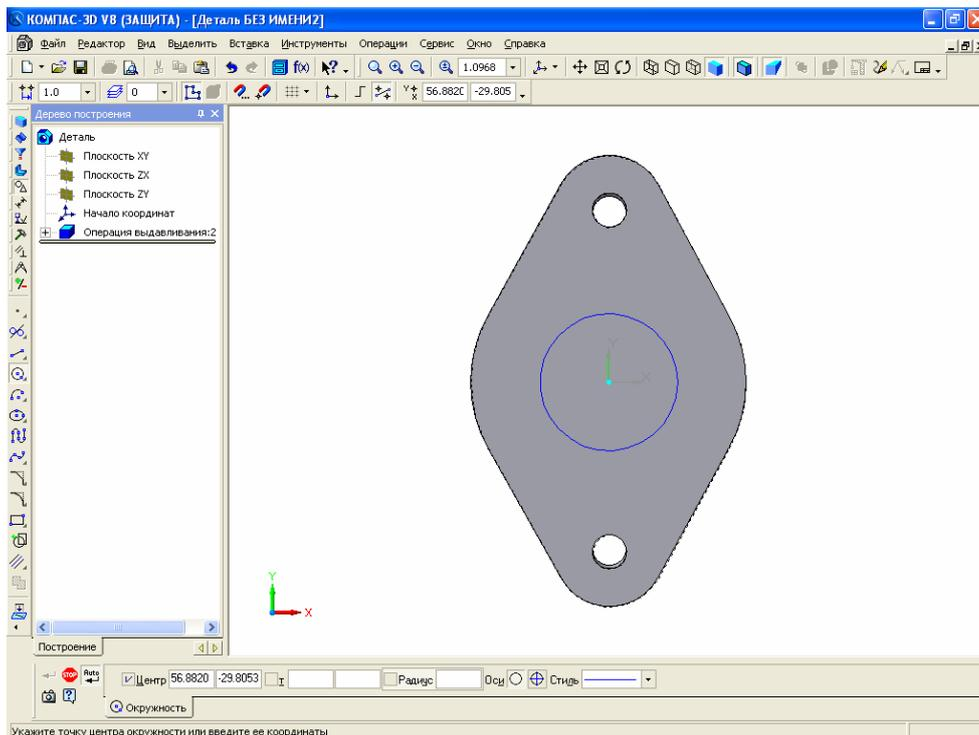

Рис. 29. Создайте эскиз
2. Создайте окружность с центром в начале координат и диаметром 20 мм (рис. 29), после чего выйдите из режима редактирования эскиза, щелкните по кнопке (Эскиз).